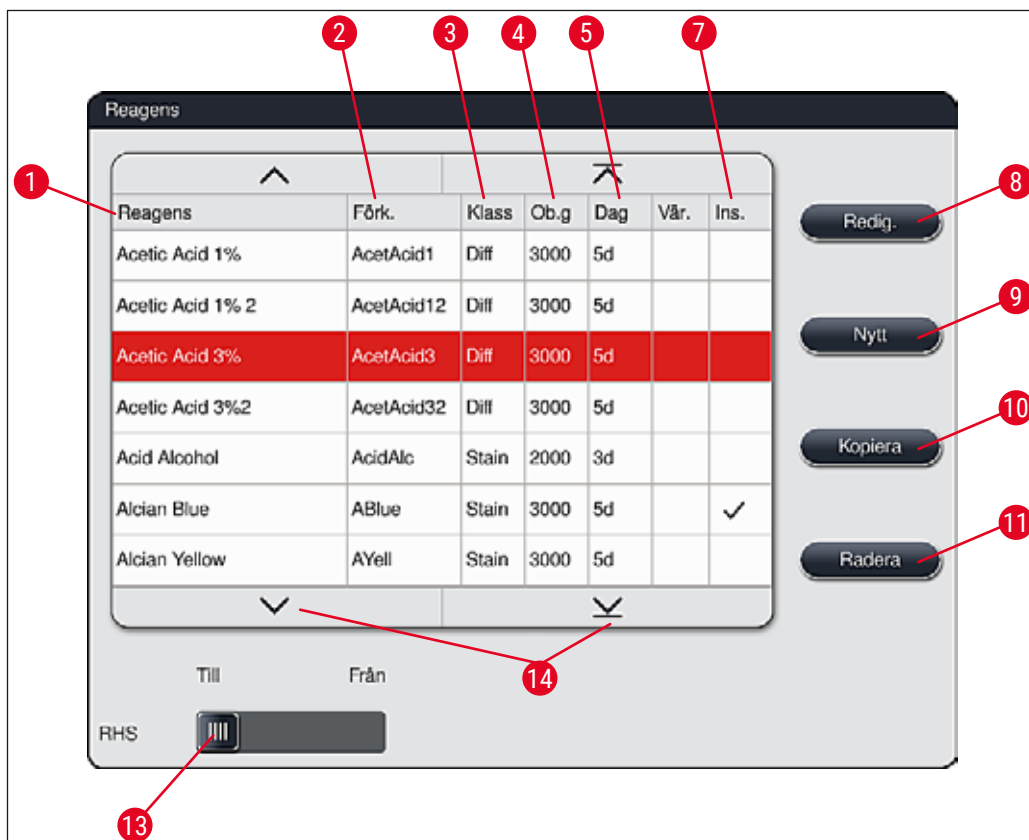

Bild 36
- Markera den reagens som ska kopieras i reagenslistan (→ "Bild 36") genom att trycka lätt på den. Tryck sedan på knappen **Kopiera** (→ "Bild 36-10").
- Markera den reagens som ska ändras i reagenslistan (→ "Bild 36") genom att trycka lätt på den. Tryck sedan på knappen **Redigera** (→ "Bild 36-8").